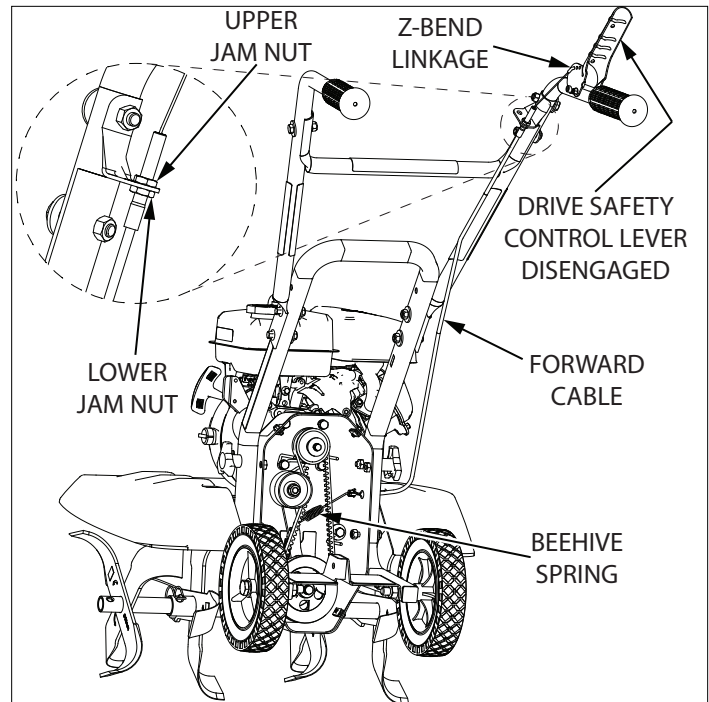

FIGURE 13
1. Loosen upper jam nut. **SEE FIGURE 13**